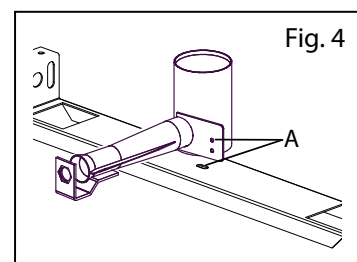

Fig. 4
**Placa radiante 700:** Destornillar la tuerca de fijación al travesaño y el grupo piloto (Fig. 4/A) / Quitar el quemador / Colocar el nuevo quemador / Volver a atornillar el quemador al travesaño y el grupo piloto